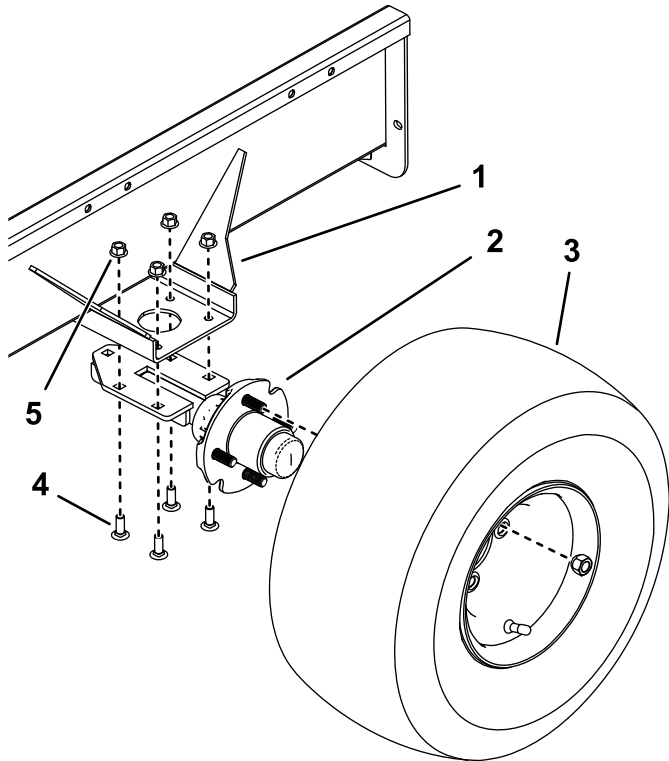

图2
2. 使用 4 个托架螺栓和 4 个锁紧螺母将轴安装到拖车底板两侧安装支架的底侧。如 图2 所示放置轴、托架螺栓和螺母。
3. 使用 4 个车轮螺母将车轮总成安装至各个轮毂 图2。上将螺母扭矩至 108.47N·m。将轮胎充气至 0.34bar。